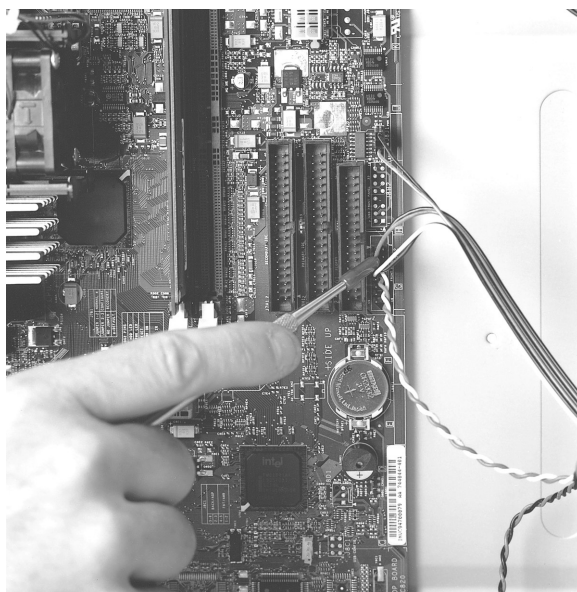

Рис. 22.23. Разъем на системной плате для подключения кнопок, индикаторов передней панели и т. д.
6. И наконец, подключите к плате кнопки и индикаторы передней панели компьютера, а также внутренний громкоговоритель (рис. 22.23). Если на плате не обозначены места подключения соответствующих проводов, воспользуйтесь схемой, приведенной в прилагающейся к плате документации.